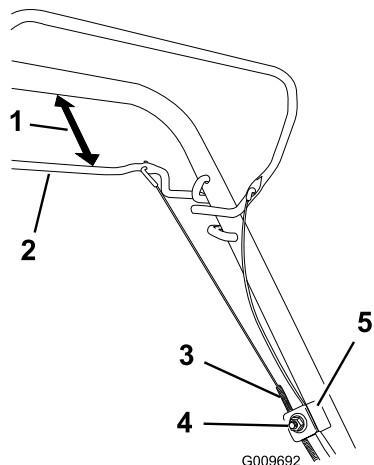

Figura 29
1. Afloje la tuerca del soporte del cable (Figura 29).
2. Sujete la barra de la transmisión autopropulsada a una distancia de 25 a 38 mm (1" a 1½") del manillar (Figura 29).
3. Tire hacia abajo de la cubierta del cable (hacia la máquina) hasta eliminar la holgura del cable (Figura 29).